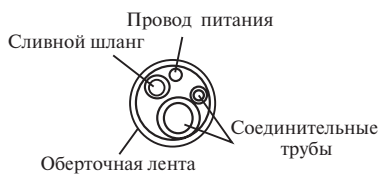

Рис. 5
2. Обмотайте трубки и электропровода и пропустите их через отрезанные концы (см. рис.5).